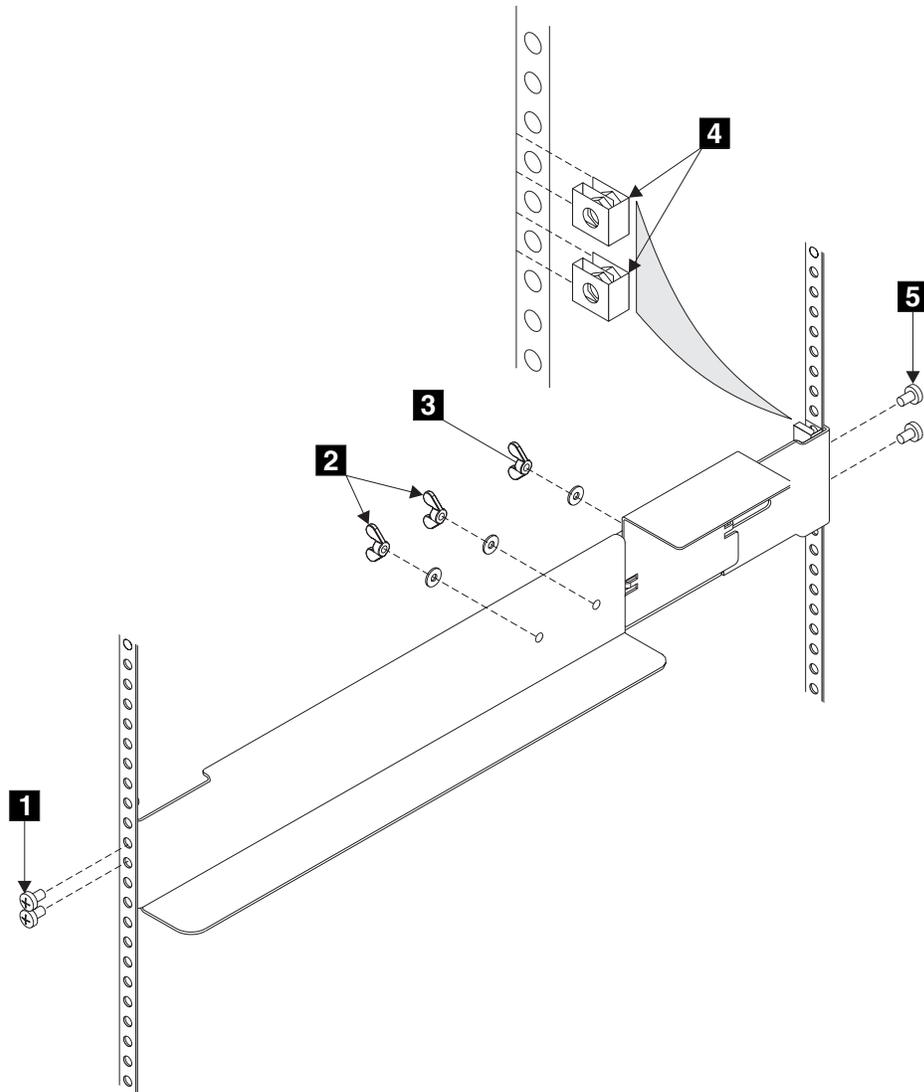

図 131. 無停電電源装置のサポート・レールのラックへの取り付け
3. ラック後部の EIA の位置を調べて、無停電電源装置を取り付ける位置を判別します (238 ページの図 131 を参照)。無停電電源装置は、常にラック内の可能な限り下の位置に取り付ける必要があります。無停電電源装置の下に置ける唯一のデバイスは、別の無停電電源装置です。